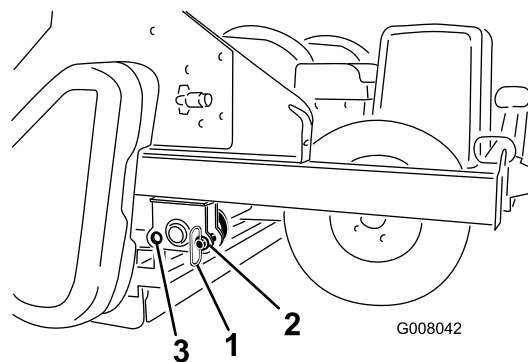

Figure 16
1. Sortez les goupilles de remisage des trous arrière (Figure 16).
2. Abaissez lentement le ProCore jusqu'à ce qu'il repose sur le rouleau arrière et les pneus. Insérez les goupilles de remisage dans trous avant (Figure 16).